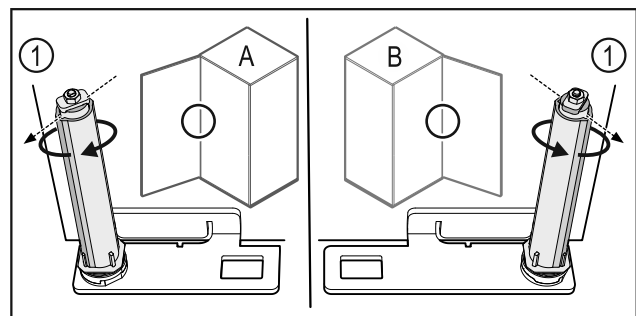

Fig. 61 Bal oldali ütköző (A) / Jobb oldali ütköző (B)
- ▶ Forgassa el a zárrendszert az ellenállással szemben, amíg a zárrendszer Fig. 61 (1) támasztója kifelé nem mutat.